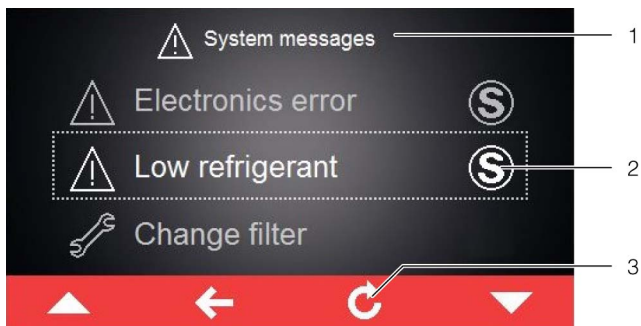

Fig. 27 : écran avec des messages de défaut
Si un message de défaut qui ne peut pas être supprimé par l'exploitant lui-même se produit et ne disparaît plus, le symbole « Maintenance » est affiché derrière le message de défaut ainsi que dans la barre d'outils à côté du symbole pour les informations système (fig. 27, pos. 2).